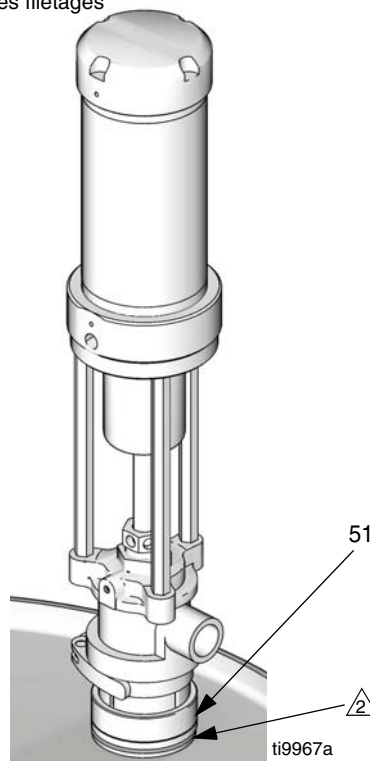

FIG. 7
4. Lubrifiez le filetage interne de l'adaptateur de bonde ainsi que les filetages de fixation. Vérifiez que le joint est en place et vissez l'adaptateur (51) dans la bonde du fut. Insérez la pompe dans l'adaptateur et verrouillez-la en place. Voir FIG. 7.